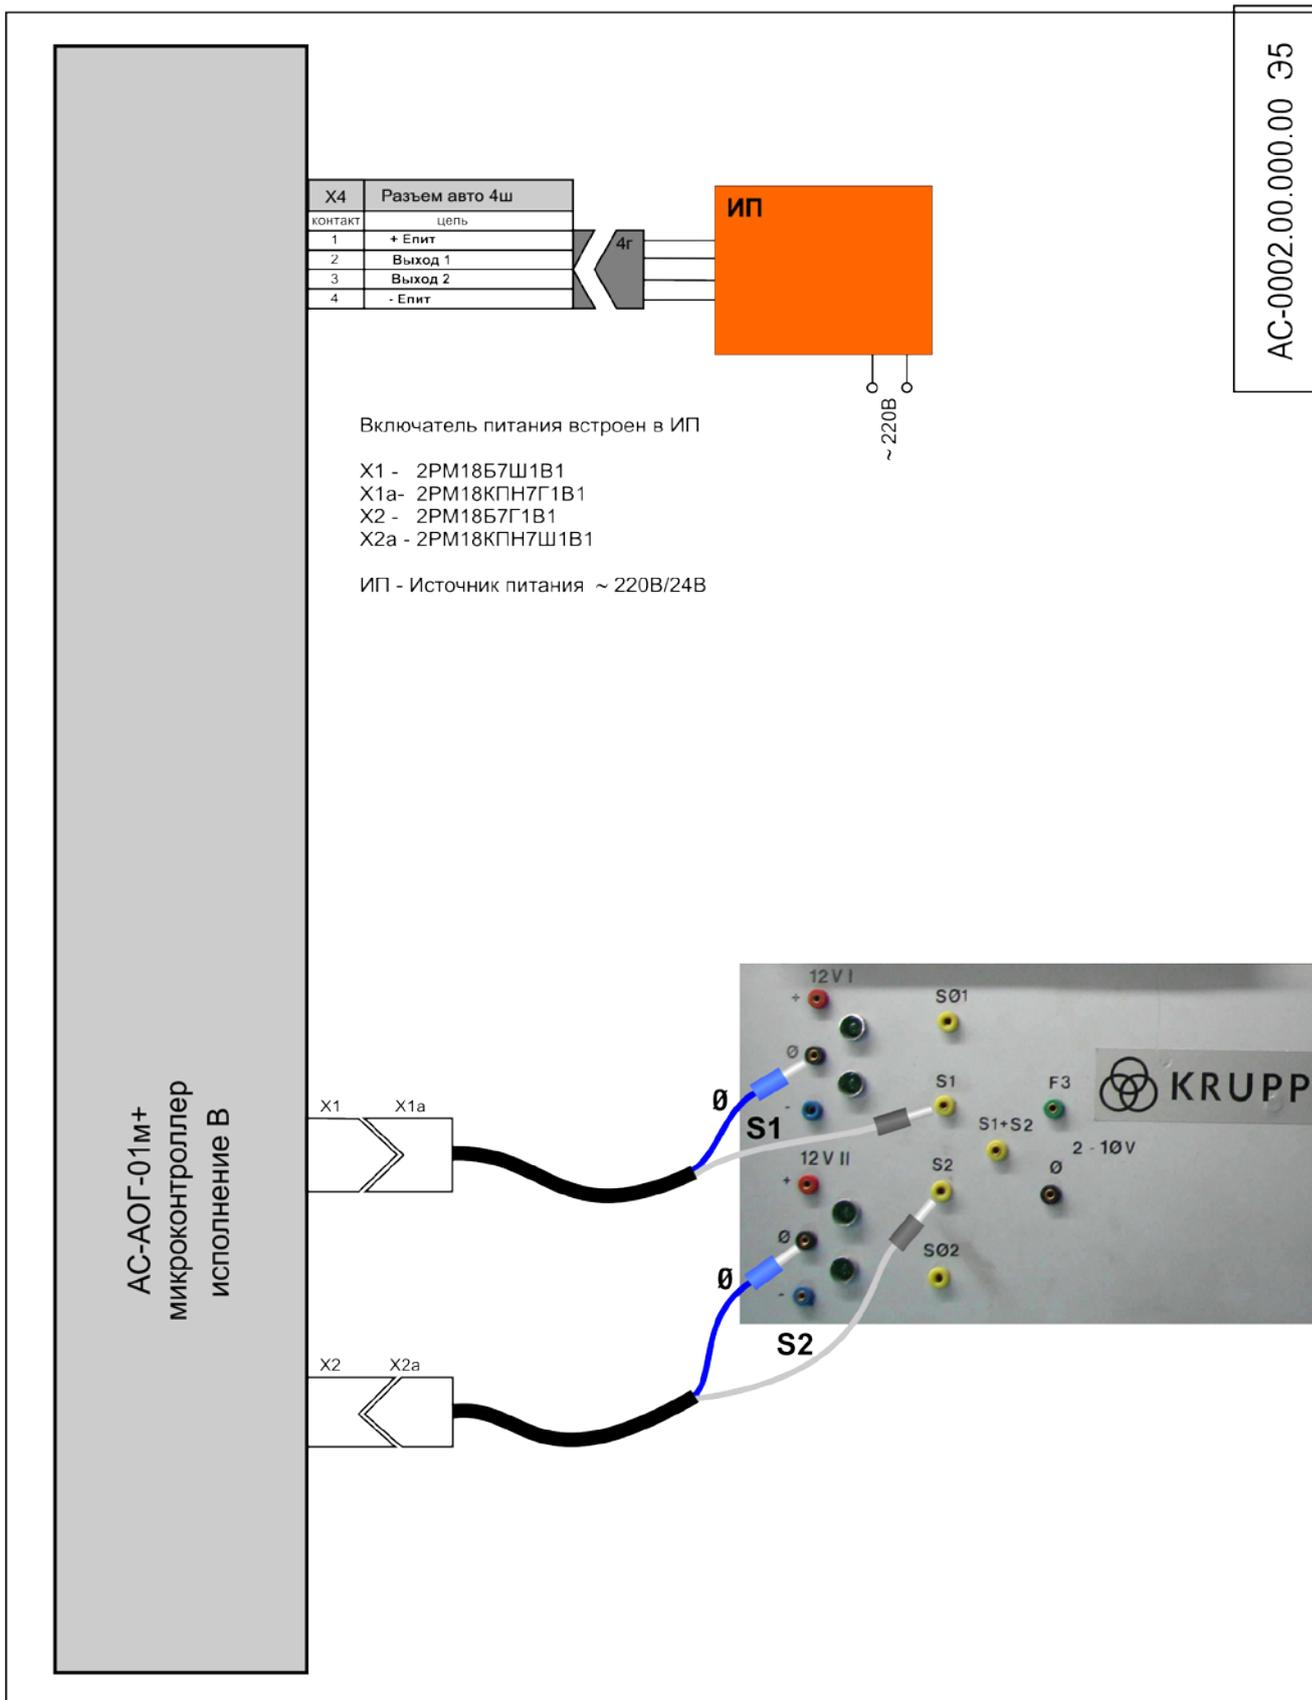

Рис.3
6.1. Описание работы проводится по схеме подключения рис.3.
6.3. Напряжение питания 220В при установке тумблера Sn, встроенного в блок питания, в положение ВКЛ - подается на блок питания АС-БП-01, понижается до уровня 24В и через разъём Х4 поступает на цепи питания контроллера, Рис.3..